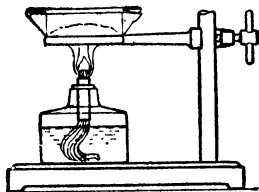

Рис. 43. Прокаливание металлов в железной коробочке.
■ **Опыт 1.** Насыпьте в железную коробочку ложку металлического порошка или опилок, уравновесьте коробочку на весах разновесками (можно дробью или песком), затем поместите на кольцо штатива (рис. 43) или тагана и нагревайте, пока металл не покроется окалиной. Дайте *вполне* остыть, пока на ощупь коробочка не перестанет быть тёплой, и снова поместите на весы. ■